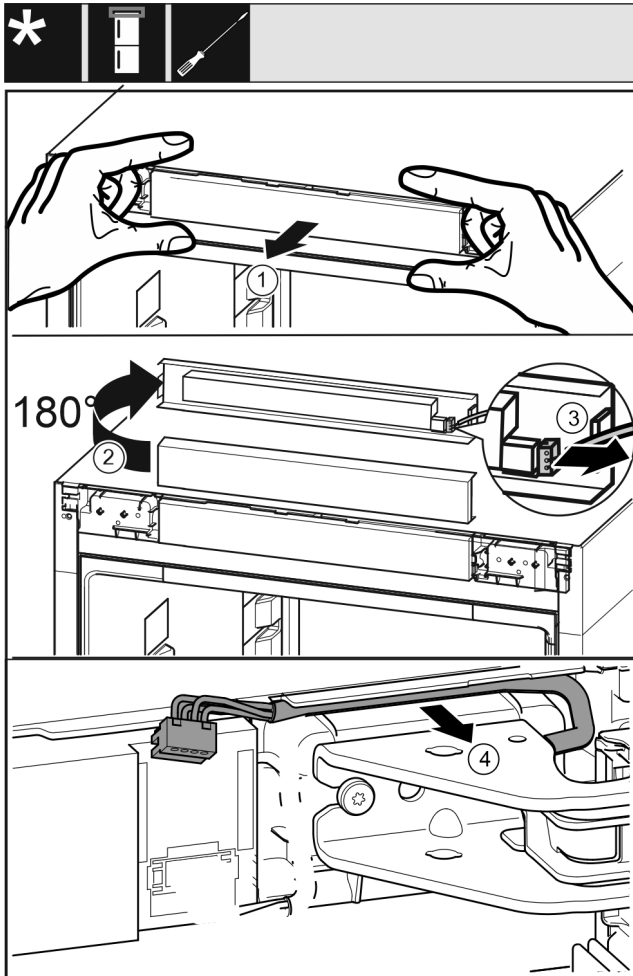

Fig. 19
- Desfaceți spre înainte cu precauție masca de operare a aparatului. Fig. 19 (1)
- Rotiți masca de operare în sus cu 180°. Fig. 19 (2)
- Apăsați ciocul de fixare spre înapoi și extrageți cu precauție fișa. Fig. 19 (3)
- Desfaceți cu precauție cablul deasupra suportului de lagăr din ghidaj. Fig. 19 (4)